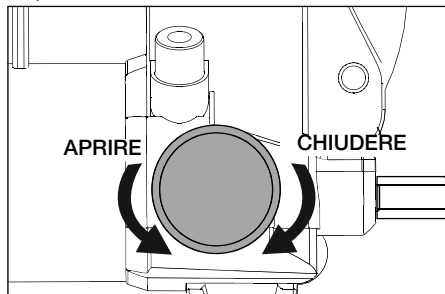

Figura 8, Valvola di scarico (tutte ad eccezione della P-84)
1. Chiudere la valvola di scarico girando la manopola in senso orario fino a che si arresta. Vedere la Figura 8.